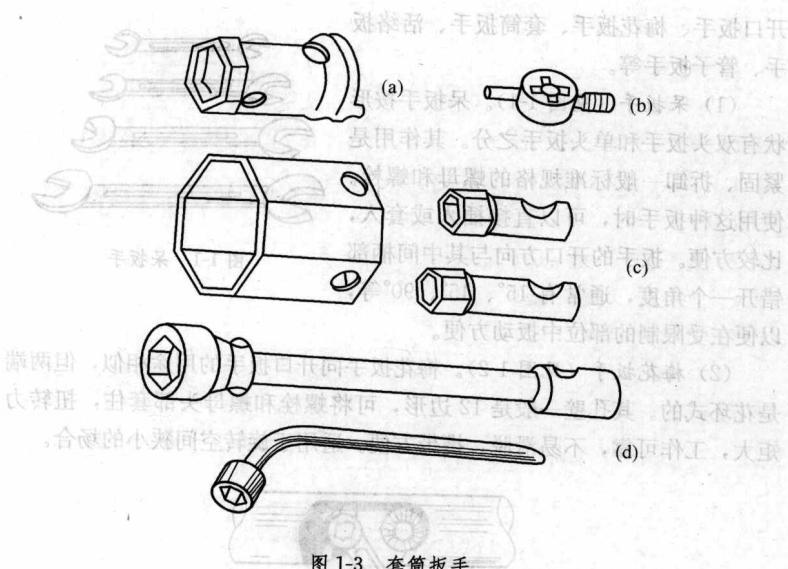

图 1-3 套筒扳手
(3) 套筒扳手(见图1-3)。套筒扳手除了具有一般扳手的用途外，特别适用于旋转部位很狭小或隐蔽较深处的六角螺母和螺栓。由于套筒扳手